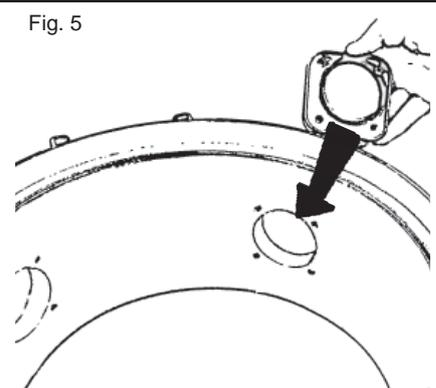

Fig. 5
4. Adaptar (trasladar) el receptáculo del tubo de aspiración a la salida nueva. **NOTA:** El receptáculo está marcado con la palabra "Up" (arriba). Asegurarse de que el receptáculo se monta con la palabra "Up" hacia arriba. Acoplar el receptáculo montando y apretando los cuatro tornillos, Fig. 5.